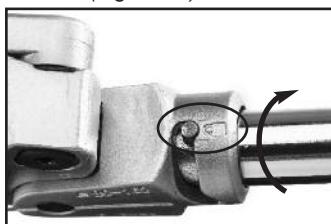

Figura 14 – TRAVADO
- Gire o braço do carro de tal modo que o pino se move na direção da posição de "travado". Certifique-se de que o braço esteja preso no carro. (Figura 14).